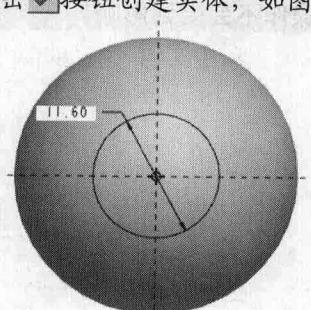
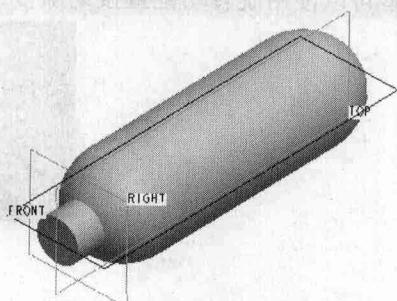

图1-4
图1-5
2. 在菜单栏中选择【插入】/【拉伸】命令，弹出【拉伸】操作面板。展开【放置】菜单并单击按钮，选取基准平面 right 作为草绘平面，左向参考面为基准平面 top，单击按钮进入草绘环境，绘制如图 1-4 所示的圆，单击按钮退出草绘环境。展开【选项】菜单，将【第一侧】设置为【到下一个】类型，将【第二侧】设置为【盲孔】类型，并输入深度为“6”，然后单击按钮创建实体，如图 1-5 所示。